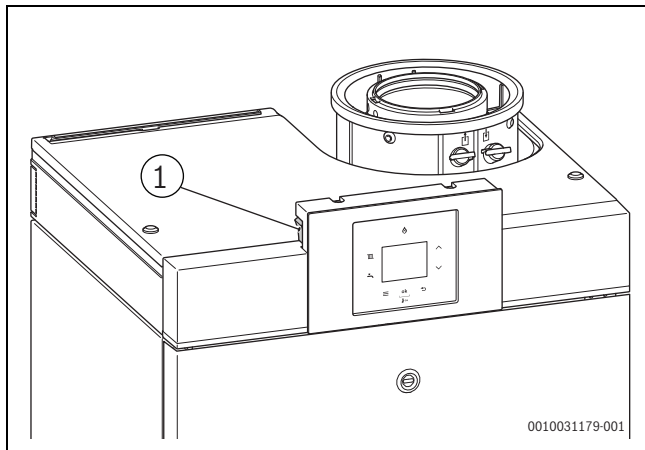

Рис. 5 Выключатель (вкл./выкл.)
- ▶ Выключите устройство с помощью выключателя (вкл./выкл.) (→ рис. 5, стр. 6).